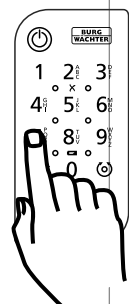

Fig. 2
- 2 Inserire il codice amministratore o utente e verificare che il cilindro sia attivato (Fig. 2).